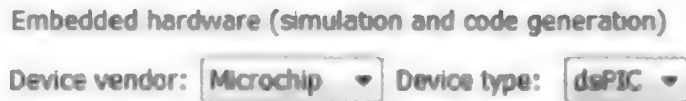

图 7.2.48 选择芯片
(5) 在 Hardware Implementation 界面中,选择硬件设备为 Microchip 公司的 dsPIC,如图 7.2.48 所示。